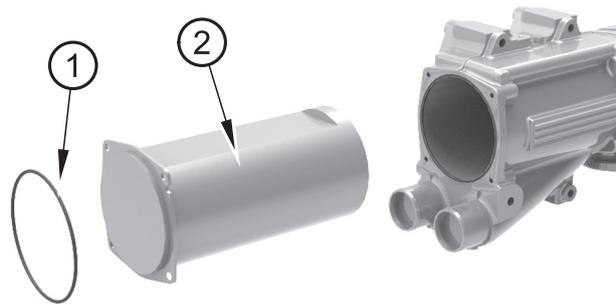

Abbildung 19
1. Entfernen Sie die O-Ring-Dichtung (Abbildung 19, Nummer 1) und das Rohrbündel (Nummer 2).